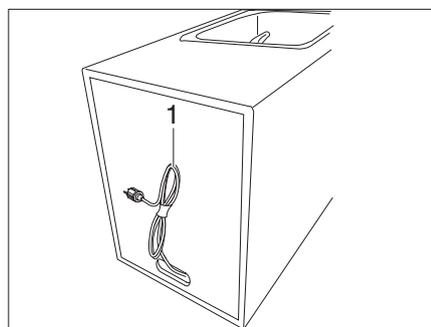

Fig. 20 Cavo di rete per batteria al litio
- Eventualmente scollegare il cavo di rete (Fig. 20, 1) sul retro del modulo di lavaggio.